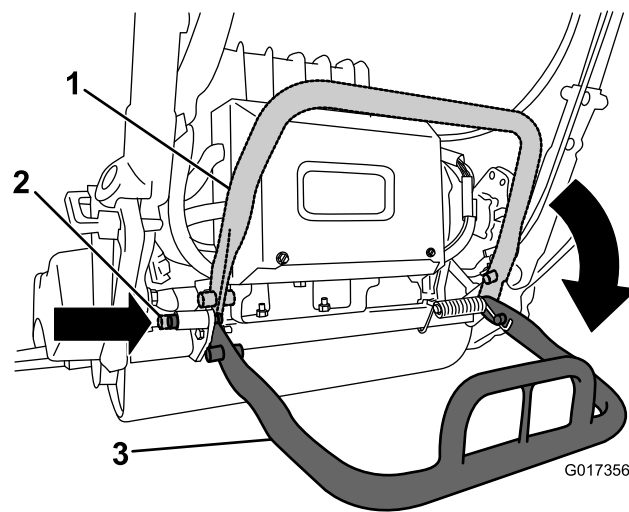

図 6
2. キックスタンドを下げ、ロックピンを差し込んでキックスタンドを整備位置に固定する 図 6。